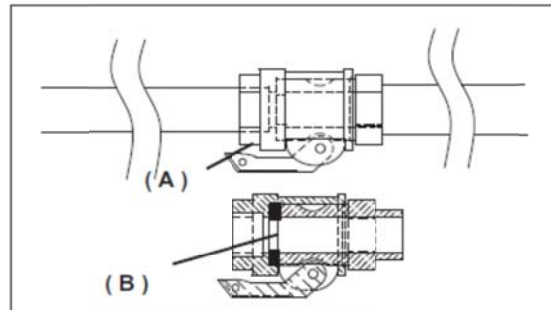

FIG.5a
Strângeți în mod corespunzător cuplajele de blocare (fig. 5a/A), asigurându-vă că poziționați garnitura (ref. 5a/B), penele de siguranță (fig. 5c) și conectați suportul pentru comutatorul de jet la capetele conductei.